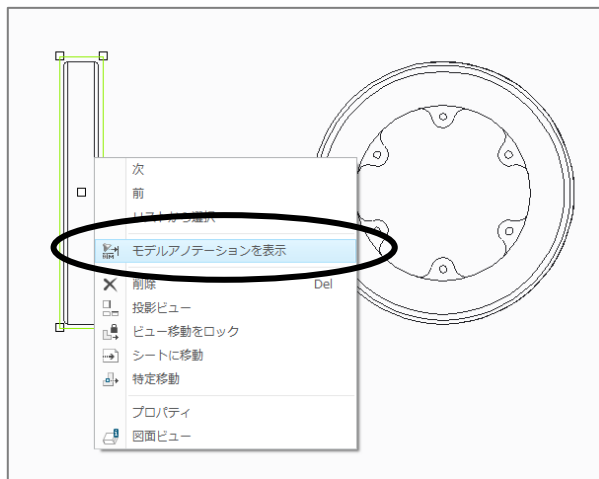

Fig.32 モデルアノテーションを表示
6. Fig.32のように左の図を選択し、右クリック→「モデルアノテーションを表示」する